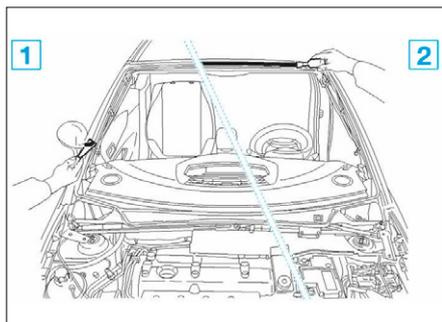

FIG. 83
- Araser le restant de colle sur la carrosserie et appliquer du primaire d'adhérence (Fig.83).